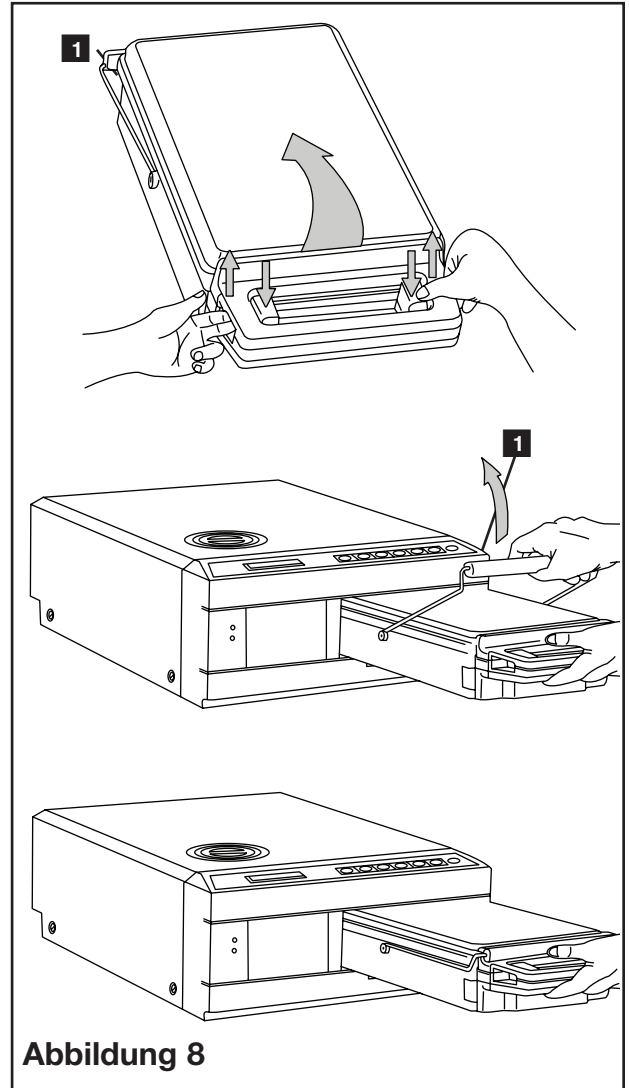

Abbildung 8
1. Halten Sie den Kassettengriff mit einer Hand und den Tragegriff mit der anderen fest, wie in Abbildung 8 dargestellt.